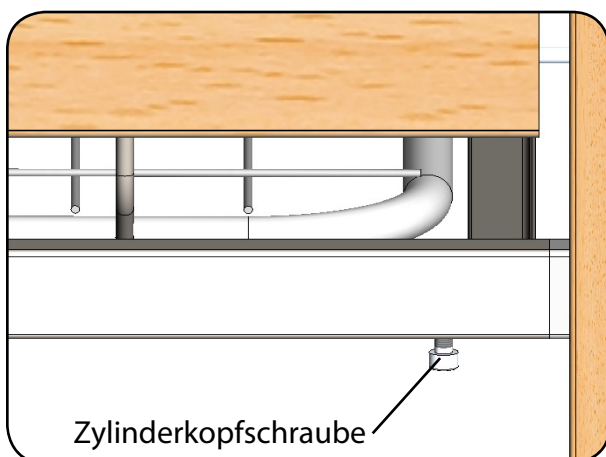

**Abb. 6.6.03 – Steckinnenrohre in Bettverlängerung positioniert**
2. Positionieren Sie die zwei Steckinnenrohre in der Bettverlängerung (Abbildung 6.6.03).